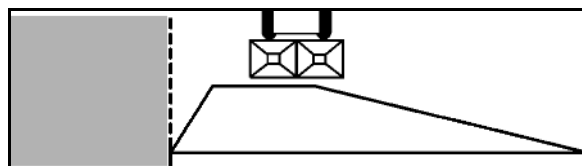
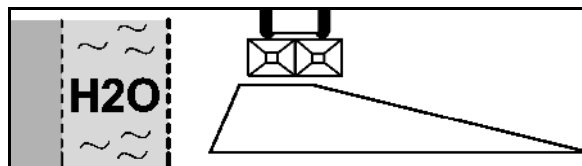

Bild 61
Bild 62
1. Lossa vingskruven (Bild 61/2) och låt skärmen hänga ut.
4. Lås fast extraskärmen (Bild 61/1) med spännplåten (Bild 62/1) och för med den till parkeringsläget (Bild 62).